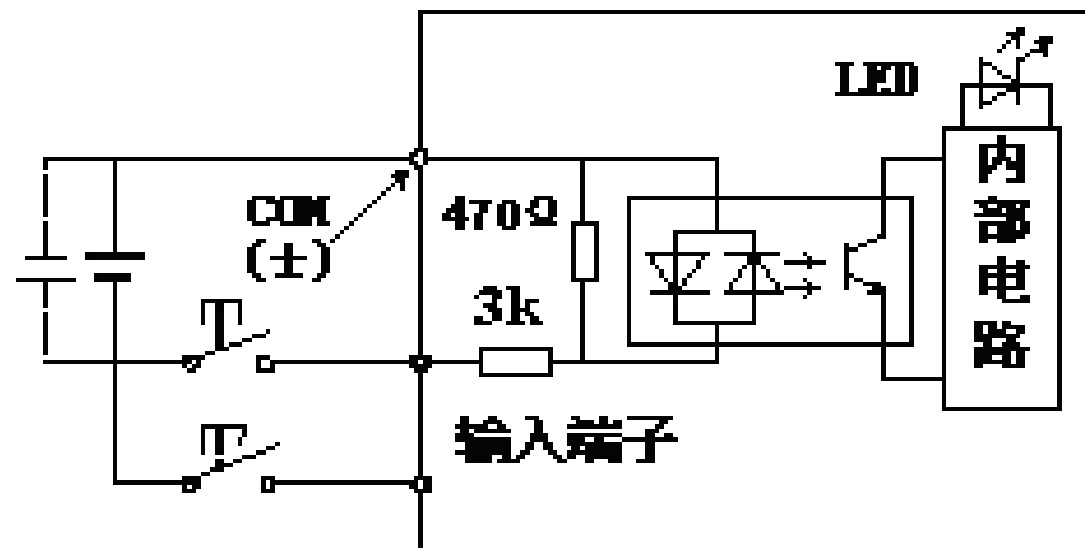

图1-4 直流输入电路
(1) 输入方式
① PLC输入方式按输入回路电流来分，有直流输入和交流输入两种。不过有的PLC也有交直流输入方式。直流输入电路如图1-4所示，当外接触点接通时，光电耦合器中的发光二极管LED发光（显示用的LED也发光），光敏三极管饱和导通，信号经内部电路传送给CPU模块。